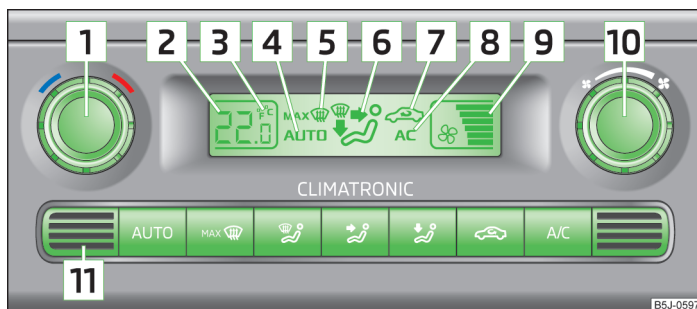

Fig. 80 Climatronic : organes de commande
Ne collez rien sur le capteur de la température dans l'habitacle  » fig. 80 et ne le recouvrez pas, comme ceci pourrait altérer le fonctionnement du Climatronic.
- Appuyez sur la touche **AUTO** » fig. 80 à la page 86, **AUTO** s'affiche à l'écran.
- Faites tourner le sélecteur  » fig. 80 à la page 86 vers la gauche ou la droite pour réduire ou augmenter la température.
L'écran affiche les chiffres conformément aux unités de mesure de température désirées (pos.  » fig. 80 à la page 86).
- Appuyez sur la touche de symbole  » fig. 80 à la page 86.
- Appuyez de nouveau sur la touche de symbole  » fig. 80 à la page 86.
➤ Faites tourner le sélecteur **10** » fig. 80 à la page 86 vers la gauche ou la droite pour réduire ou augmenter la vitesse de la soufflante.
La vitesse de la soufflante réglée est affichée à l'écran par le nombre de segments correspondant dans le symbole **9** » fig. 80 à la page 86.
➤ Appuyez sur la touche de symbole  » fig. 80 à la page 86.
➤ Appuyez une nouvelle fois sur la touche de symbole  » fig. 80 à la page 86 ou appuyez sur la touche de symbole **AUTO**.